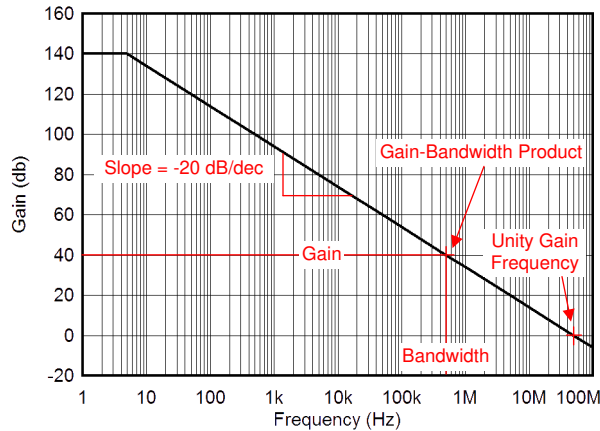

图 7-13. 增益带宽积和单位增益频率
能够非常贴切地描述小信号动态行为的放大器参数是增益带宽积 (GBP)、单位增益频率 (UGF) 和相位裕度 (PM)。GBP 是确定闭环配置中应用带宽的有用参数。方程式 4 可用于近似计算 OPAx828 的闭环带宽。通常, GBP 在放大器配置为 100 (40dB) 同相增益情况下是一个额定参数。放大器的 GBP 通常假设在整个频率范围内保持恒定, 但在某些速度较高的放大器中, 并非如此。OPAx828 一直到 UGF 都具有恒定的 GBP; 因此, OPAx828 开环增益具有恒定的 -20dB/十倍频程斜率 (-6dB/倍频程)。UGF 定义为放大器增益超过 1V/V (0dB) 时的频率。图 7-13 说明了 GBP 和 UGF 的概念。OPAx828 的 GBP 和 UGF 均为 45MHz。